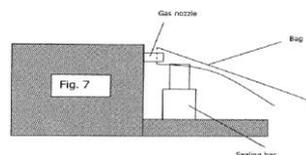

Рис. 7:
3. Пакет с продуктом разместите внутри вакуумной камеры, вставив сопло газовой системы внутрь пакета (рис. 7, поз. 1); убедитесь в том, что отсутствуют складки, препятствующие подаче газа.
- a) При завершении работы с машиной выключайте её нажатием на подсвеченную кнопку (рис. 7 на стр. 8 оригинала).